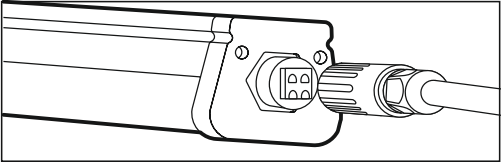

Рис. 2
- 5.14 Возьмите из комплекта поставки внешнюю часть быстроръемного разъема и пропустите через него кабель электропитания осветительного прибора (рис. 2).